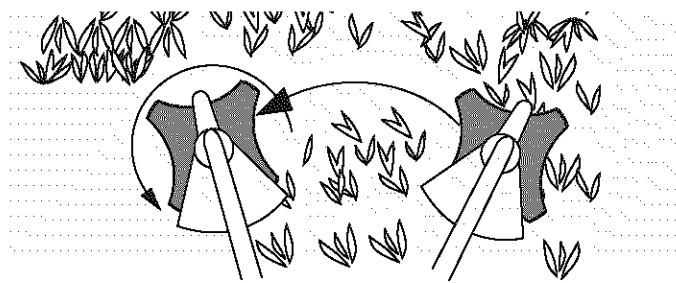

Fig. 22
- Mueva la unidad de derecha a izquierda hacia el material que se va a cortar (Fig. 22).